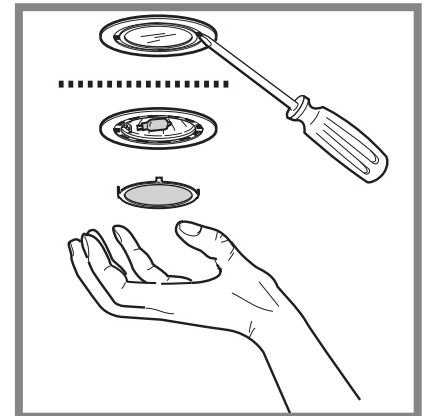

Fig. 5
- Quitar el plafón haciendo palanca con un pequeño atornillador (Fig. 5).